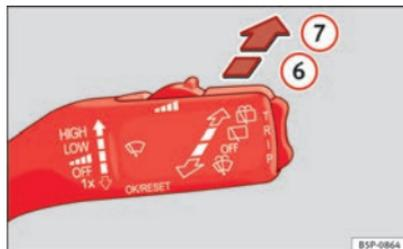

Fig. 82 Palanca del limpiacristales: limpialuneta.
- Presione la palanca hacia delante hasta el encastre **6** ⇒ fig. 82. El limpialuneta debe accionarse en intervalos de 6 segundos.
- Presione la palanca completamente hacia delante hasta la posición **7** ⇒ fig. 82. El lavaluneta comienza a funcionar inmediatamente, mientras que el limpialuneta lo hace un poco más tarde. El lavaluneta seguirá funcionando mientras mantenga la palanca en esta posición.